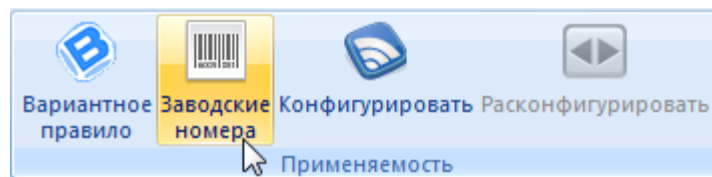

Рис. 13-103 – Запуск редактора правил применяемости по серийным номерам
3) Нажать кнопку «Заводские номера» панели «Применяемость» (рис. 13-103).